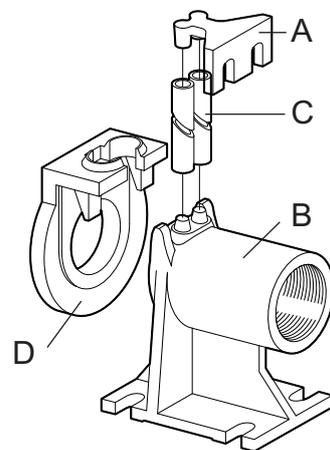

Fig. 7 Kopplingsfot
- Fäst förankringsbygeln för styrrören (fig. 7 - pos. A) i tankens kant.
- Placera stödfoten för automatisk förankring (fig. 7 - pos. B) på brunnens botten. Använd ett lod för att kontrollera att de koniska utstickarna för anslutning av styrrören är helt lodräta i förhållande till motsvarande utstick på förankringsbygeln på tankens kant. Kontrollera även planheten med hjälp av ett vattenpass.
- Märk ut läget för hålen på stödfoten. Fastställ därefter styrrörens (fig. 7 - pos. C) exakta längd.
- Montera specialflänsen (fig. 7 - pos. D) med slid och skena på pumpens utloppsror. Haka fast vajern eller kedjan vid handtaget eller hålet upptill på pumphuset.